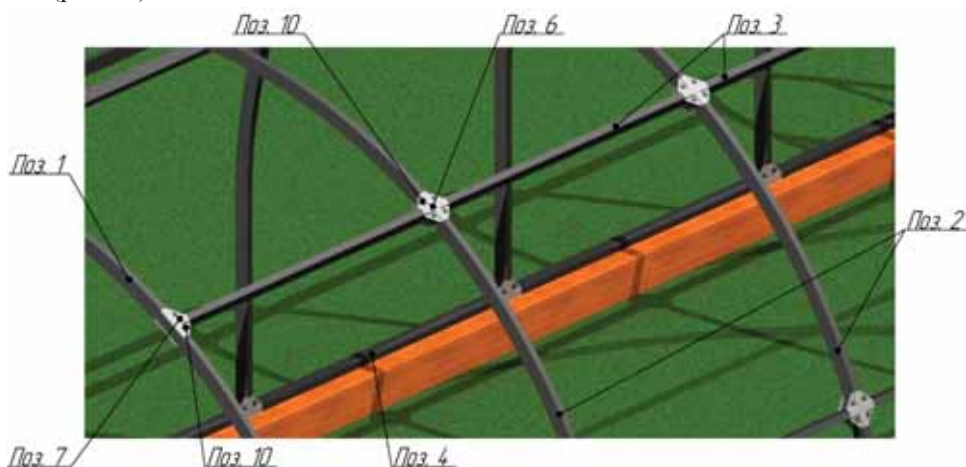

Рис. 10. Монтаж дуг на брусья
7. Соединить обе полученные конструкции стяжкой (Поз.3) путем вставки поочередно обоих ее торцов в крепление-спайдер «Х-образный» (Поз.6) и крепление-спайдер «Т-образный» (Поз.7) с последующей затяжкой (рис.10).